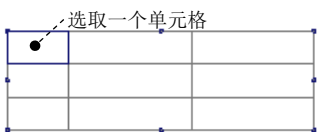

图 6.3.9 选取一个单元格
Step1. 单击选取表格中一个单元格，如图 6.3.9 所示。